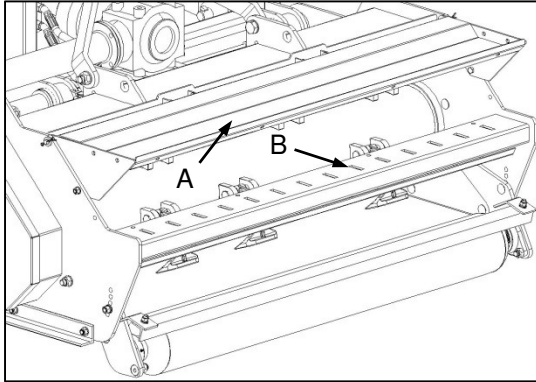

Fig. 1
#### ➤ Discharge mode (Fig. 1)
- ✔ Discharge chute in the open position (Fig. 1-A), allowing cut material to be discharged over the rear
#### ➤ Ontladingmodus (Fig. 1)
- ✔ Afvoergeut in die oop posisie (Fig. 1-A), wat gesnyde materiaal toelaat om onmiddellik nadat dit gesny is, bo-oor
- ✔ Tines are generally not required in this configuration and should be removed to prevent obstruction of the discharge area (Fig. 1-B).
- ✔ Tande word oor die algemeen nie in hierdie konfigurasie vereis nie, en moet verwyder word om obstruksie van die ontlaaigebied te verhoed (Fig. 1-B).